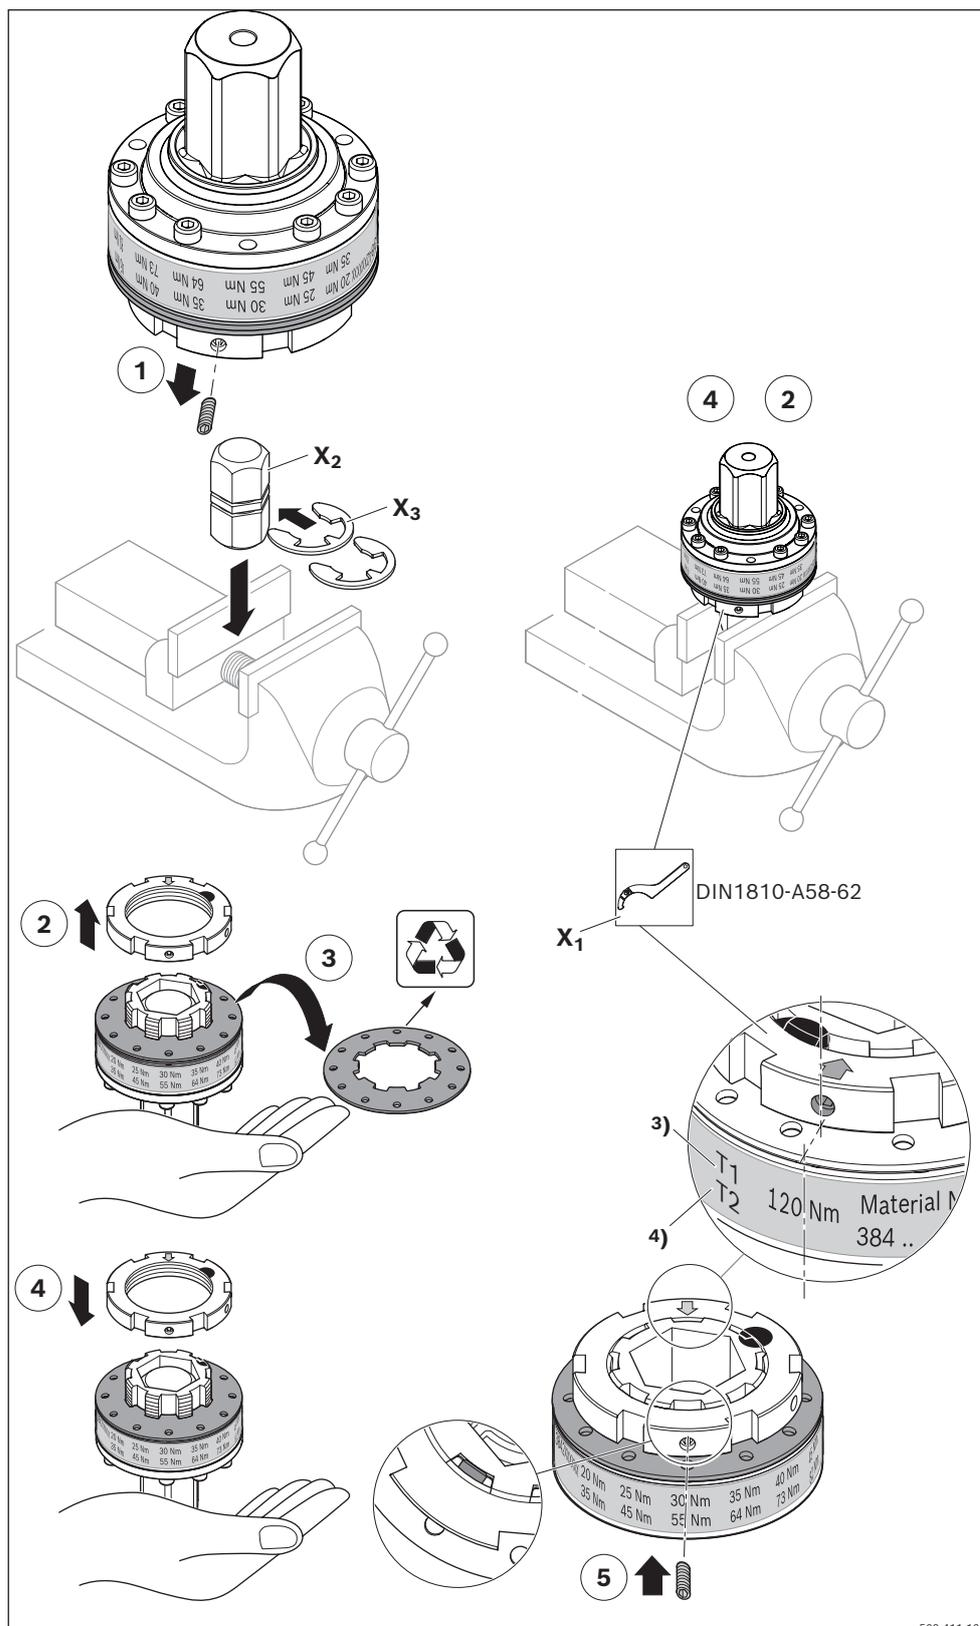

Abb. 170: Sicherheitskupplung umbauen
- ▶ Die elektrischen Anschlusswerte auf dem Motortypschild beachten (siehe Abb. 170 auf Seite 190).